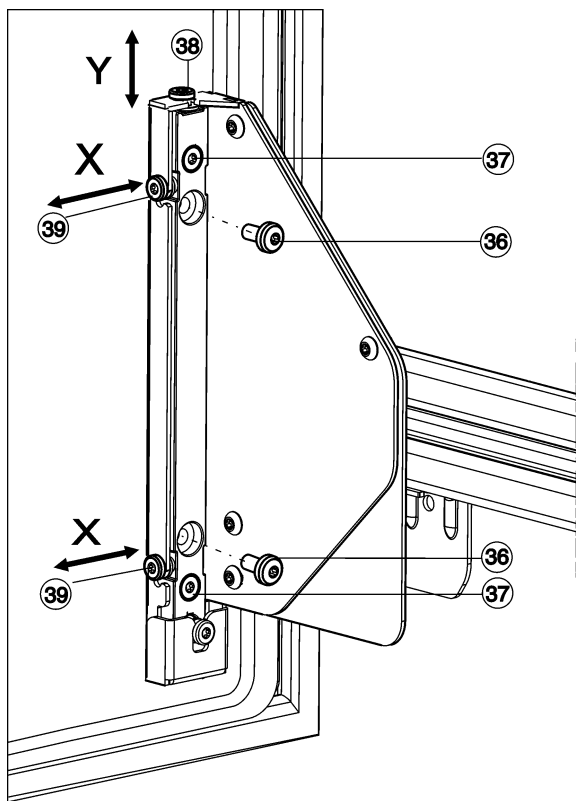

Fig. 27
- Svitare completamente le Fig. 27 (36) viti.
- ▷ Eliminare le viti Fig. 27 (36), non sono più richieste.
- Allentare solamente le viti Fig. 27 (37) di 1 - 2 giri.
- Girare la vite di regolazione (38). In senso orario: la porta si sposta di max. 4 mm verso l'alto. In senso antiorario: la porta si sposta di max. 2 mm verso il basso.
- Serrare di nuovo tutte le viti Fig. 27 (37).
- Se le viti Fig. 27 (36) sono ancora presenti, devono essere completamente svitate.
- Spostare le viti di regolazione Fig. 27 (39) a seconda della direzione di regolazione laterale desiderata.
- Al termine della regolazione laterale serrare di nuovo fermamente le viti Fig. 27 (37).